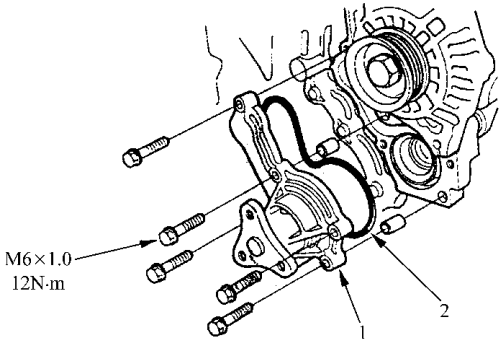

图 2-164 拆卸水泵
- 4) 如图 2-164 所示，拆下紧固水泵的 5 个螺栓，然后拆卸水泵。